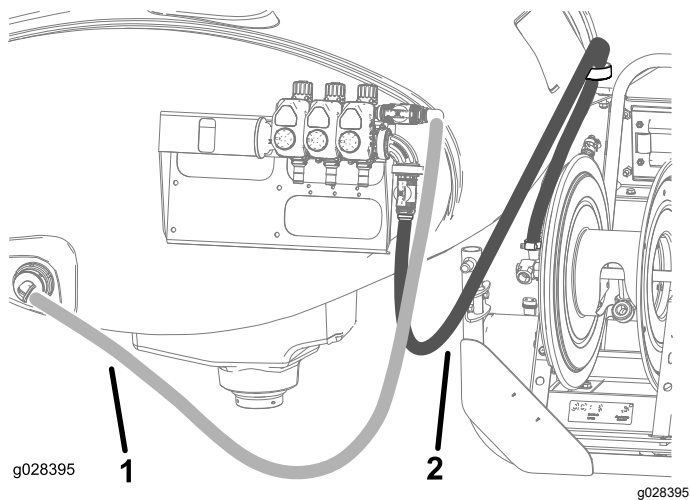

图 22
15. 如**图 22**中所示铺设软管卷供水软管并用软管夹将其连接到软管卷。